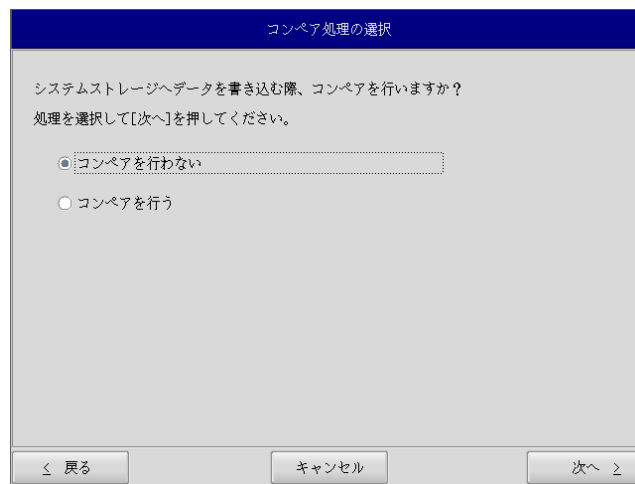

図 5-2-6. コンペア処理選択画面
- ⑪ コンペア処理の選択画面(図 5-2-6)が表示されます。